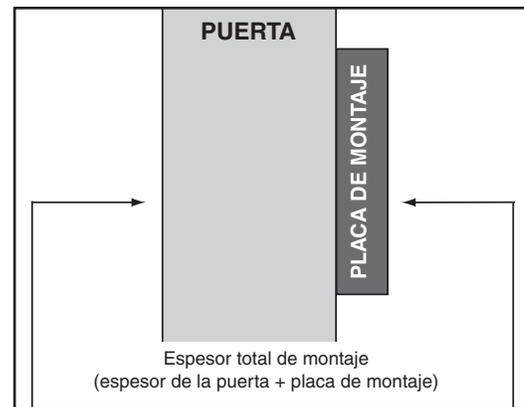

Figura 13
1. Mida el espesor total de montaje (espesor de la puerta + placa de montaje) (figura 13).